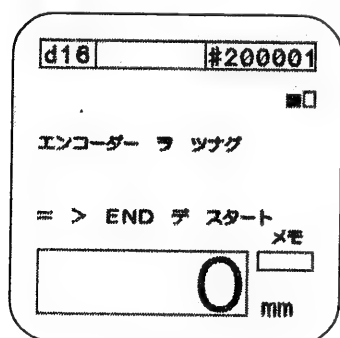

図39
- ☐ スキャンニングにカーソルを合わせSTARTキーを押してください。図39が表示されます。